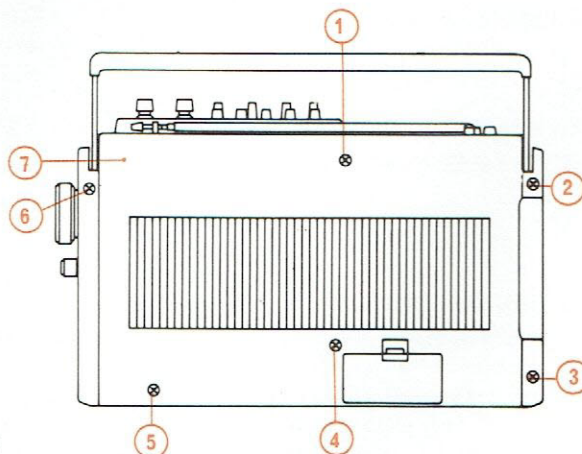
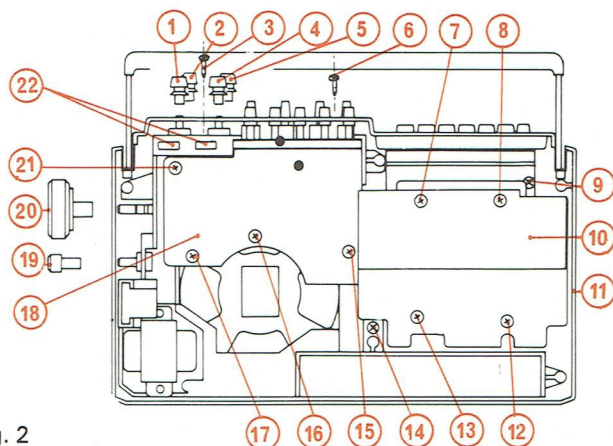
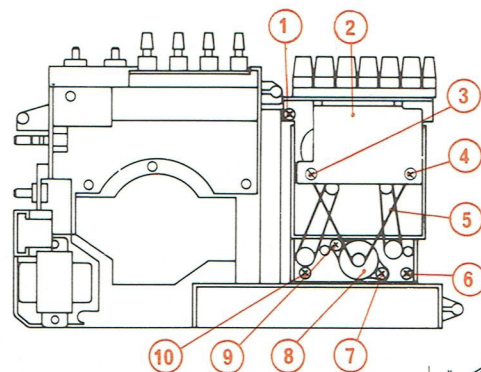
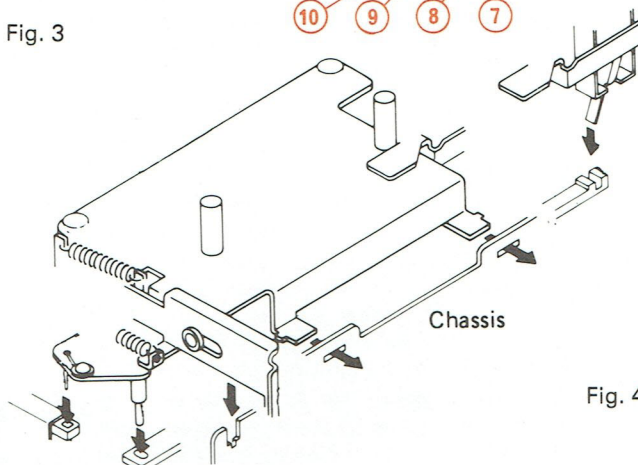

Fig. 1
Fig. 2
Fig. 3
Fig. 4
A. DÉPOSE DU COFFRET ARRIÈRE (Fig. 1)
- 1° - Dévisser et enlever les vis (1) à (6).
- 2° - Soulever le coffret arrière (7) puis débrancher la connexion raccordant l'antenne télescopique.
- 3° - Déposer le coffret arrière (7).
B. DÉPOSE DU COFFRET AVANT (Fig. 2)
- 2° - Tirer les boutons (1), (2), (4), (5), (19) et (20).
- 3° - Dévisser et enlever les vis (9) et (14).
- 6° - Déposer le coffret avant (11).
C. DÉPOSE DE LA PLATINE AMPLIFICATEUR-ENREG./LECT. (Fig. 2)
- 2° - Dévisser et enlever les vis (7), (8), (12) et (13).
- 4° - Déposer la platine amplificateur-enreg./lect. (10).
D. DÉPOSE DE LA PLATINE HF-FI (Fig. 2)
- 2° - Dévisser et enlever les vis (15), (16), (17) et (21).
- 3° - Soulever la partie inférieure de la platine (18) (côté haut-parleur) afin de la libérer de la poulie du condensateur variable.
- 4° - Déposer la platine HF-FI (18).
E. DÉPOSE DE LA PLATINE POTENTIOMÈTRES-COMMUTATIONS (Fig. 2)
- 2° - Dévisser et enlever les vis (3) et (6).
- 3° - Déposer la platine potentiomètres-commutations en la dégageant des encoches (22).
F. DÉPOSE DE LA PLATINE MÉCANIQUE ENREG./LECT. (Fig. 3)
- 2° - Dévisser et enlever les vis (1), (6) et (10).
G. DÉPOSE DU MOTEUR (Fig. 3)
- 2° - Dévisser et enlever les vis (7) et (9).
- 3° - Enlever la courroie (5) et dessouder les connexions d'alimentation du moteur.
- 4° - Déposer le moteur (8).
H. ACCÈS AUX COURROIES (Fig. 3, 4)
- 2° - Dévisser et enlever les vis (3) et (4).
- 3° - Enlever la plaque métallique (2).
- 3° - A la remise en place de la plaque métallique (2) respecter les indications de la figure 4.